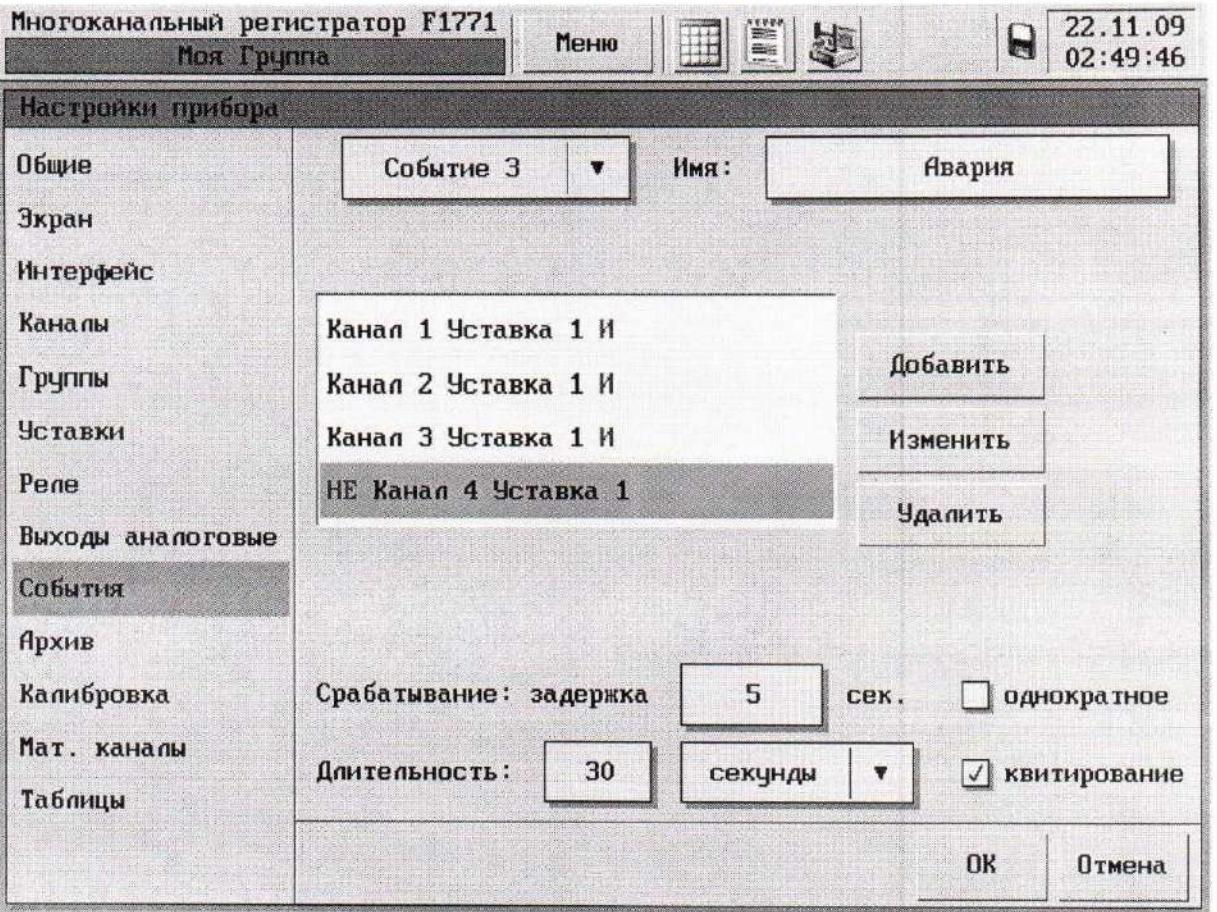

Рисунок 37 – Раздел меню «События»
5.9.6 С помощью СЭ можно выбрать одно из условий события – выделенное условие имеет серый фон (см. рисунок 37). Кнопка «Изменить» позволяет редактировать выделенное условие с помощь диалогового окна показанного на рисунке 38. Для удаления выделенного условия служит кнопка «Удалить».